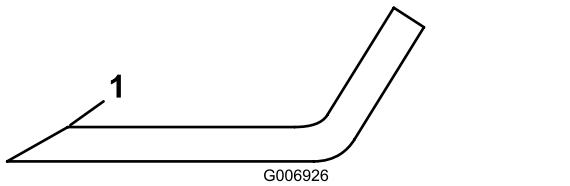

Figure 66
- Examinez les tranchants de toutes les lames. aiguisez-les s'ils sont émoussés ou ébréchés. N'aiguisez que le haut du tranchant et conservez l'angle de coupe d'origine pour obtenir une coupe nette (Figure 66).
- Si elles sont émoussées ou ébréchées, n'affûtez que le haut du tranchant et conservez l'angle de coupe d'origine (Figure 66).